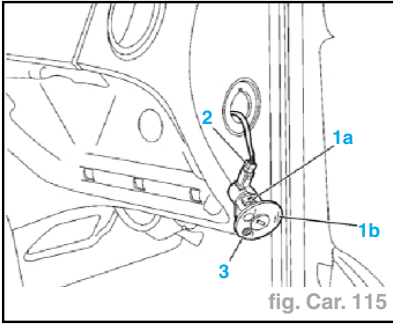

fig. Car. 115
- Débrancher la connexion électrique (2).
- Déposer l'interrupteur (3) (fig. Car. 115).